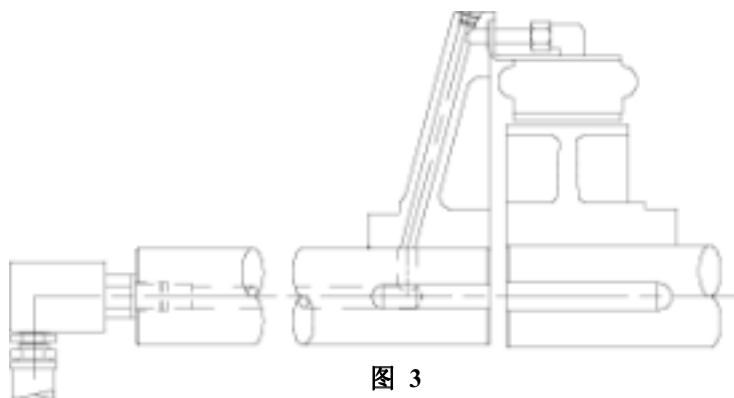

图 3
2.1.2 轴之间的间隙有限时，可使用闭合安装方式，如图 3 所示。